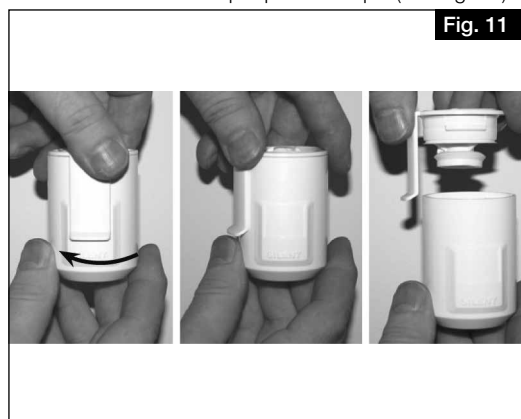

Fig. 11
1. Ouvrir le siphon à boule en dévissant la pièce de fixation d'un quart de tour (voir Fig. 11).